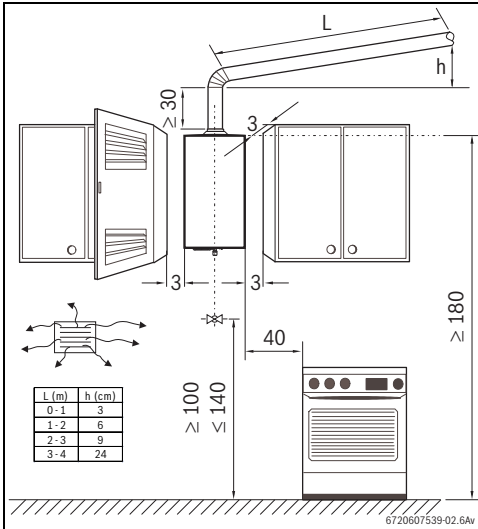

Fig. 12 Separaciones mínimas (en cm)
- Asegurar la accesibilidad en los trabajos de mantenimiento respetando las separaciones mínimas indicadas en la Fig. 12.